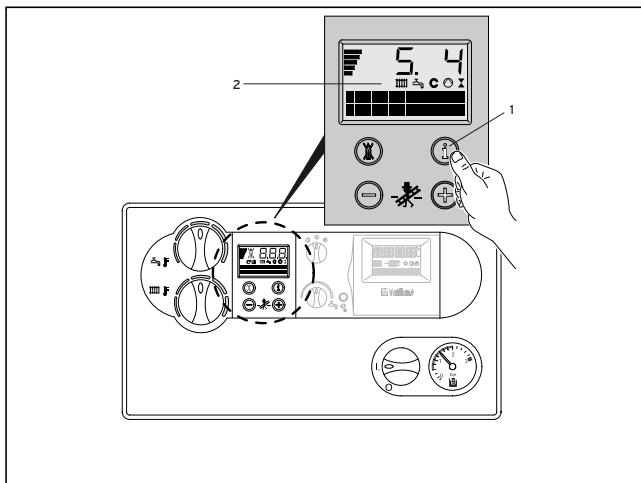

Bild B.8: Statusindikeringar
4.4.1 Inställning av framlednings-temperatur (bild B.8)